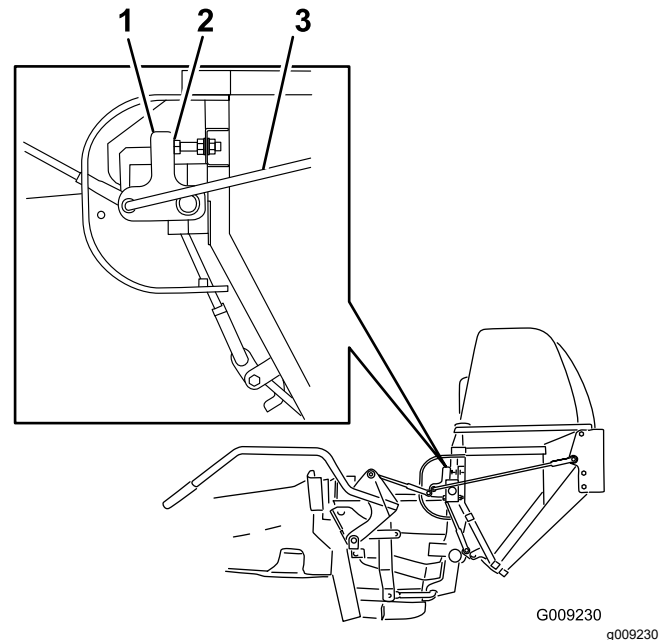

Figura 47
3. Con la puerta cerrada, afloje las tuercas y ajuste los tornillos de tope hasta que el brazo de contacto quede en posición vertical (Figura 47).
4. Ajuste la longitud de las varillas de acoplamiento de la bisagra hasta que la puerta se cierre por completo con una fuerza razonable sobre la palanca (Figura 47).